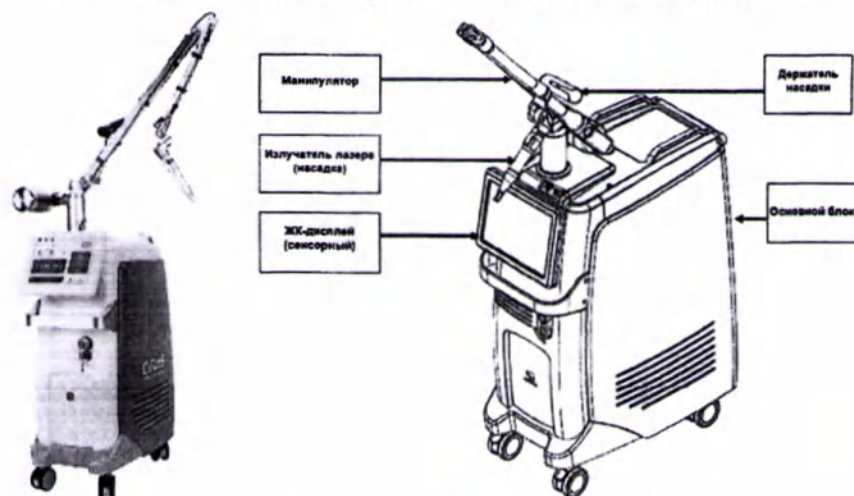

Рисунок 5 – Общий вид системы
4.1 Компоненты системы (рисунок 5) включают в себя следующее: